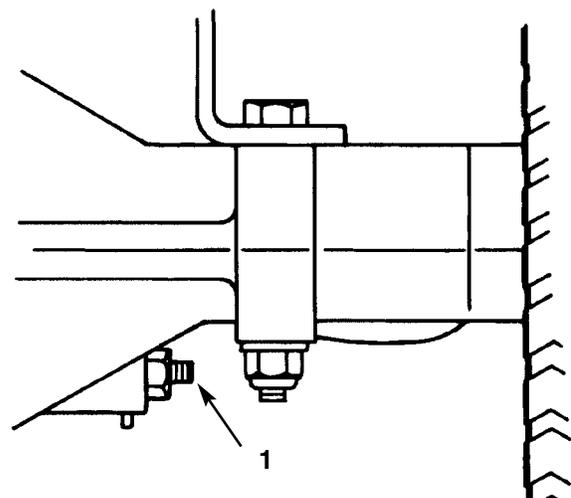

Bild 15
Die Bremse befindet sich an der rechten Seite der Hinterachse, an der Innenseite des Hinterrads (Bild 15). Sollte die Bremse die Maschine nicht richtig halten oder die Bremswirkung ist unbefriedigend, muß die Bremse justiert werden.
2. Um die Bremswirkung zu erhöhen, die Bremseinstellmutter (Bild 15) um $\frac{1}{8}$ Umdrehung im Uhrzeigersinn drehen; dann nochmals die Bremse kontrollieren. Diese Einstellung solange fortsetzen, bis sich die korrekte Bremswirkung ergibt.